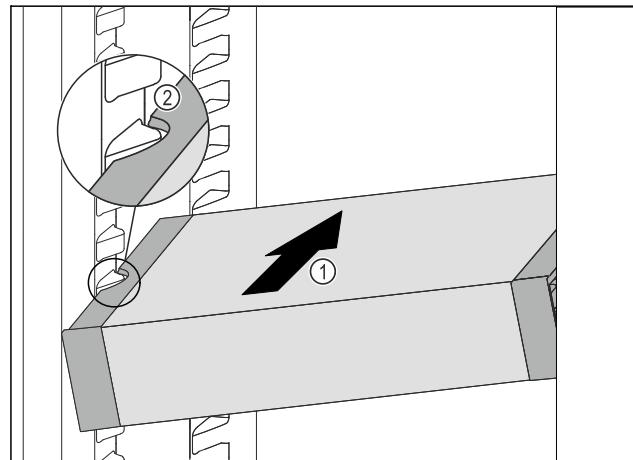

Fig. 47
- Вставити VarioSafe під кутом в охолоджувальне відділення Fig. 47 (1), доки бокові поглиблення Fig. 47 (2) VarioSafe не будуть на рівні ребра для резервуара в охолоджувальному відділенні.